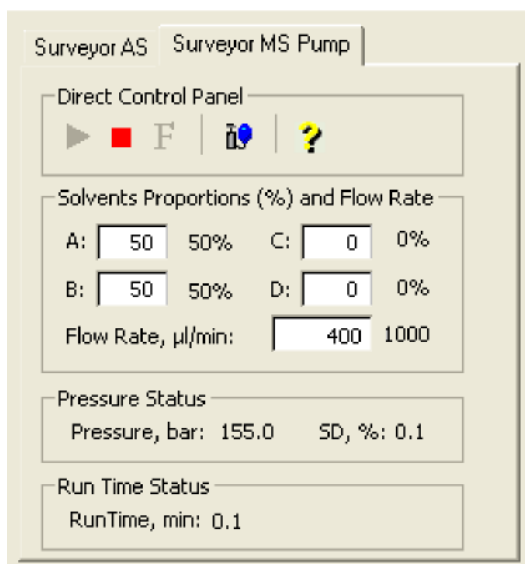

图6-1. 入口直接控制视图，图中显示泵为开启状态
- i. 在Tune Master中的Control / Scan Mode（控制/扫描模式）工具栏上点击AS/LC Direct Control（AS/LC直接控制）按钮，在工作区域右上角显示Inlet Direct Control（入口直接控制）视图。见图6-1。